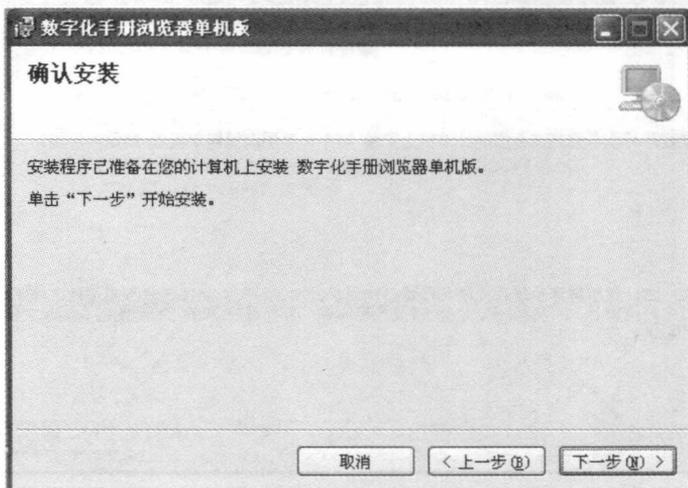

图 1-6 “确认安装”窗口
6) 在图 1-6 所示的“确认安装”窗口中, 用户可单击“上一步”按钮返回到上一步骤, 重新选择安装文件夹, 或单击“下一步”按钮开始安装。